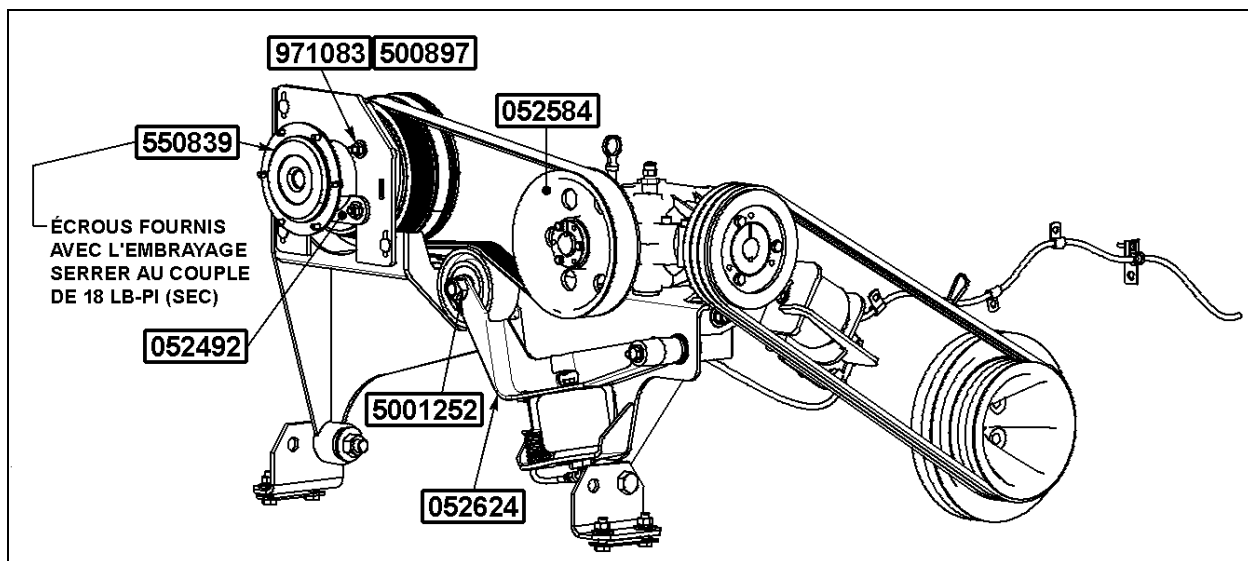

FIGURE 9
21. Installer la plaque support (052596) sur l'embrayage du ventilateur (550839) et la fixer à l'aide de 2 rondelles plates (500897) et de 2 écrous (971083). Installer la plaque de renfort (052492) sur la plaque support et fixer l'embrayage du ventilateur à l'aide des 2 autres rondelles plates (500897) et écrous (971083) (Voir figure 9).